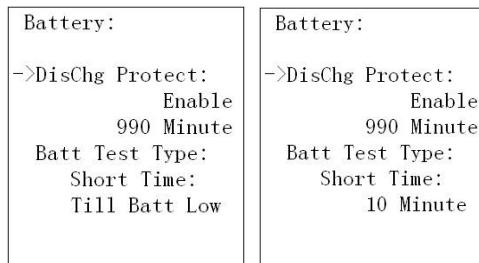

Рисунок 24 – Внешний вид вкладки «Battery» пункта меню «Setting»
- «**Battery**» - установка опций работы с батареей (рисунок 24):